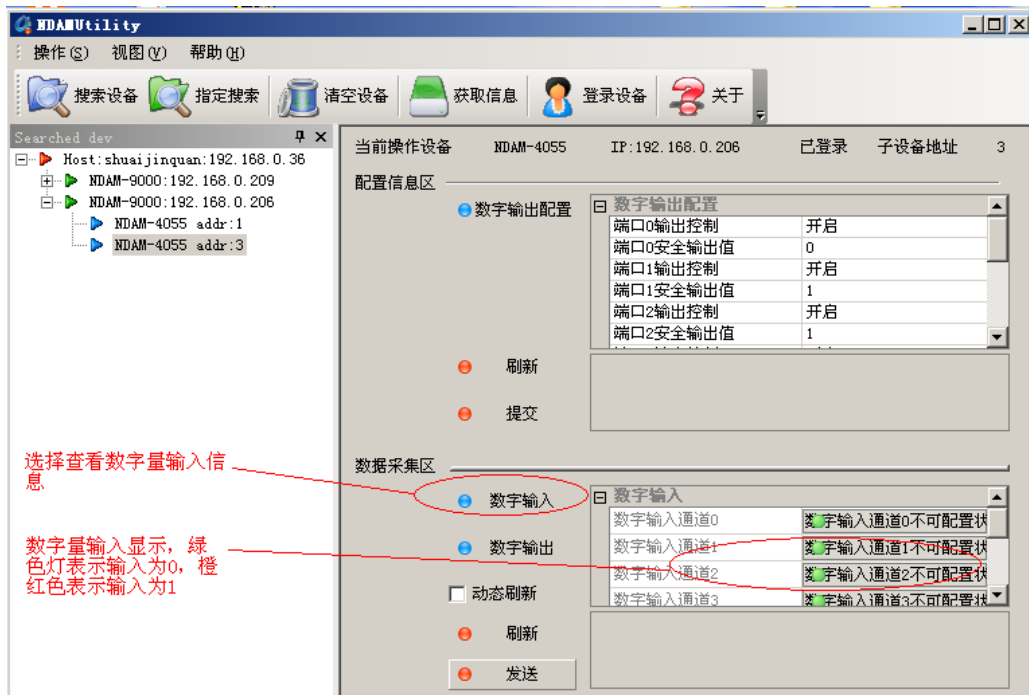

图 4.7 数字量输入
⑦ 通过显示窗口读出各通道的值，可以将“动态刷新”前的复选框选中，如图 4.7 所示进行数据动态刷新（刷新时间间隔 1 秒）来监测测量结果。